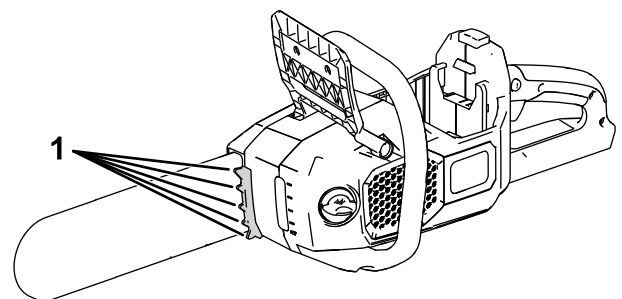

Figure 13
**Remarque:** Vous pouvez utiliser les griffes (Figure 13) pour exercer une légère pression.